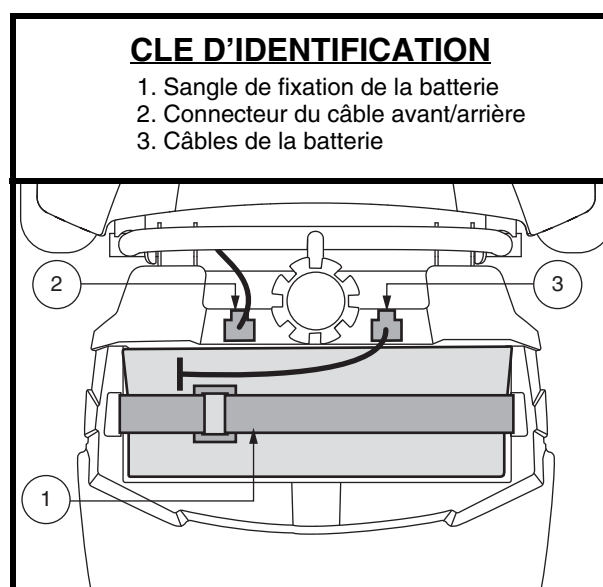

Figure 16. Sangle de fixation de la batterie
1. Débranchez les câbles de la batterie et retirez l'emballage de la batterie du Travel scooter. **Voir la figure 16.**
2. Débranchez les câbles d'alimentation de la batterie et les sangles de fixation puis retirez la batterie du Travel Scooter. **Voir la figure 16.**